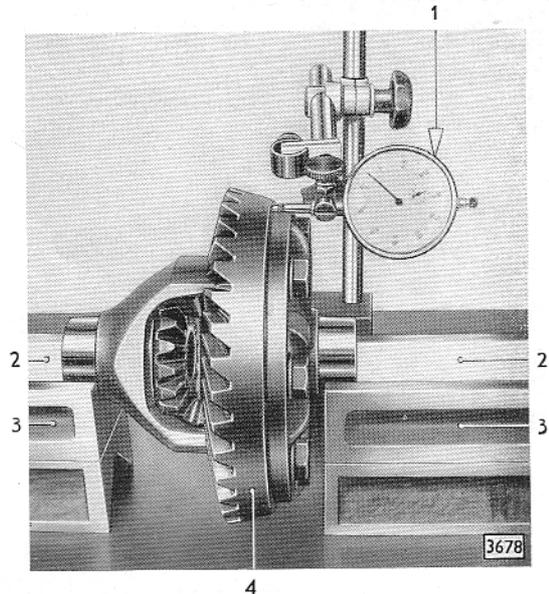

Bild 40 - Tellerrad am Ausgleichgehäuse auf Seitenschlag prüfen
2. Auf Ausgleichgehäuse aufgeschraubtes Tellerrad auf Seitenschlag prüfen. Der höchstzulässige Seitenschlag beträgt 0,08 mm. Zum Prüfen Ausgleichgehäuse mit Tellerrad mit den Ausgleichgehäusezapfen so in Prismen aufnehmen, daß es sich frei drehen läßt. Damit sich das Ausgleichgehäuse beim Drehen nicht seitlich verschieben kann, beiderseits gegen die Lagerzapfen Metallstücke beidrücken (Bild 40). Dabei müssen die Flächen der Metallstücke, die zu den Lagerzapfen zeigen, glatt sein.
3. Meßuhr S-9 mit Halter zum Prüfen des Seitenschlages nach der in Bild 40 gezeigten Anordnung am Tellerrad ansetzen.